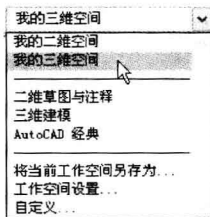

图 1-9 设置好的工作空间
(9) 使用相同的方法将“我的三维空间”选项移到“我的二维空间”选项的下面,再选中“我的三维空间”选项,单击“添加分隔符”按钮,单击“确定”按钮,在“我的三维空间”选项下面添加一个分隔符。此时“工作空间”工具栏的下拉列表框中显示出设置好的工作空间,如图 1-9 所示。